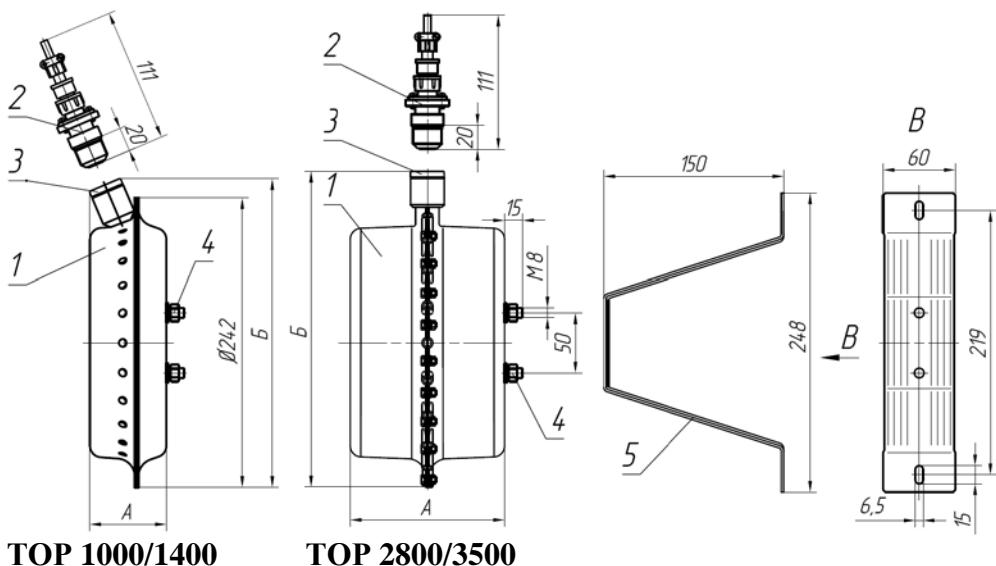

Рис.1. Генератор огнетушащего аэрозоля:
ГОА (рис.1) состоит из корпуса 1, собранного из двух полукорпусов, в каждом из которых размещена одна шашка из аэрозолеобразующего состава (заряд).
6.3. Снять транспортную заглушку 3 (рис. 1) и ввернуть во втулку